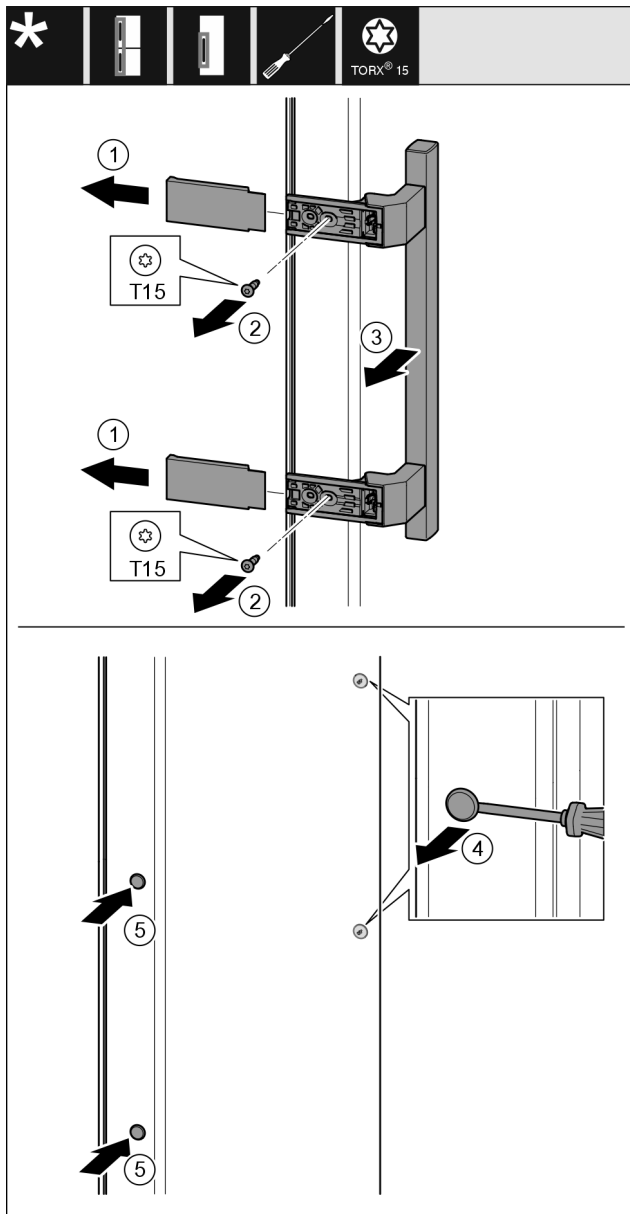

Fig. 8
- Abdeckung abziehen. Fig. 8 (1)
- Schrauben mit Schraubendreher Torx 15 herausdrehen. Fig. 8 (2)
- Griff abnehmen. Fig. 8 (3)
- Seitlichen Stopfen vorsichtig mit einem Schlitzschraubendreher anheben und herausziehen. Fig. 8 (4)
- Stopfen auf der anderen Seite wieder einsetzen. Fig. 8 (5)